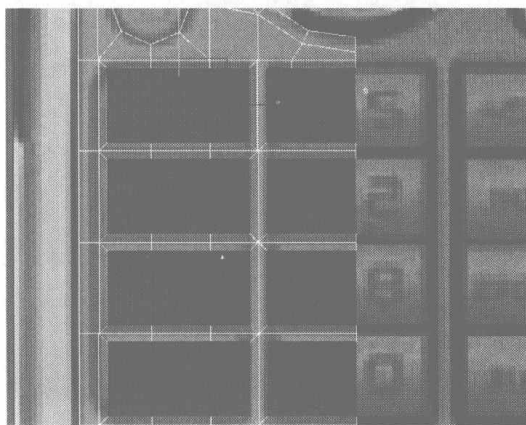
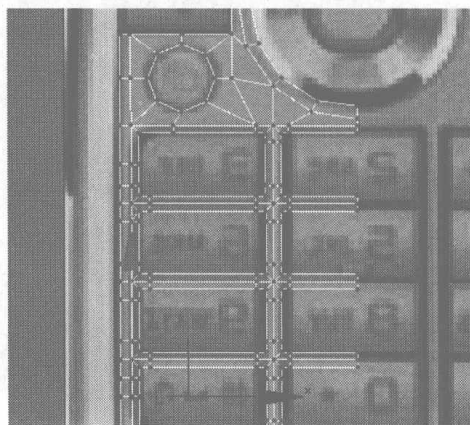

图 4.536
图 4.537
- 22** 将如图 4.536 所示选择的面分离出来，并将选择的面隐藏。切换为节点编辑，为按钮边框上添加一些细分线，并再对其进行调整，如图 4.537 所示。